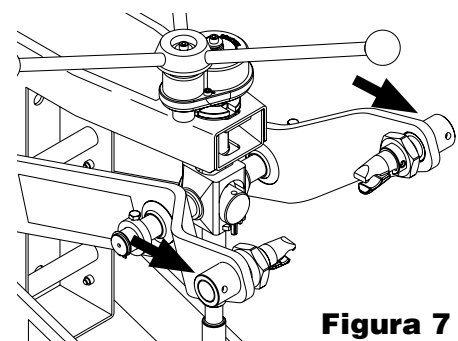

Figura 7
2. Instale las mordazas dentro de los brazos y asegure con las nuevas clavijas. **NOTA: Instale las clavijas desde la parte trasera de cada brazo dentro de la ranura del soporte. Consulte la figura 7.**